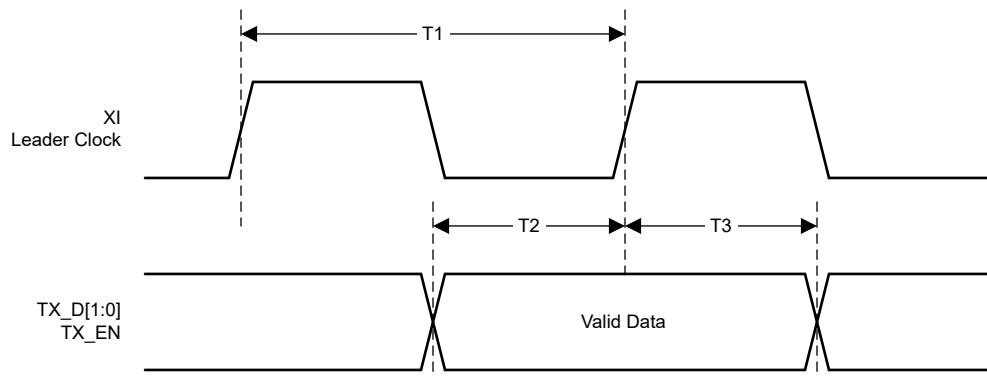

図 6-9. RMII 送信タイミング
(1) 製造試験、特性評価、設計によって指定済み。
(2) 図 6-9 を参照してください。